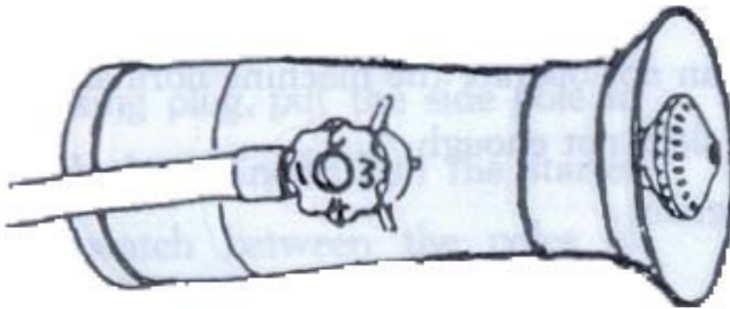

Рис.10
(1) Опрыскивание. Ослабьте прижимную крышку и отрегулируйте раскрытие штуцера в соответствии с конкретными требованиями. Для регулировки количества распыляемого вещества поворачивайте регулировочный клапан. См. рис. 10.